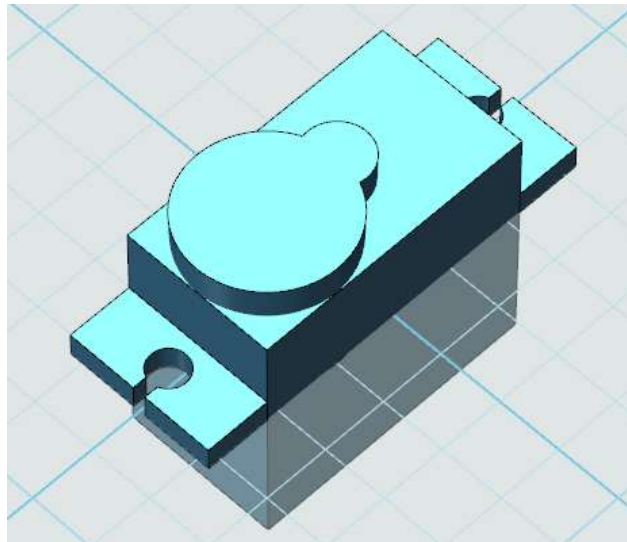

图 14-13
6. 点击绘制好的草图，选择拉伸命令。高度为 10。完成后效果如图 14-13 所示。